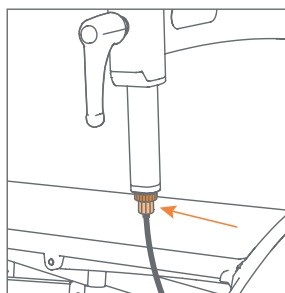

Figure 57: Détail du réglage du frein via le boulon de réglage en haut, juste en dessous du boulon de protection.
- b. Dévissez le boulon de protection en haut. Tirez le câble vers le bas pour le rendre plus facile. Cela vous permet d'avoir de la place directement en dessous pour plus visser ou pour dévisser le boulon de réglage (**Figure 57**).
Le Rollz Motion a des pneus solides faits de mousse EVA et PU, mais le Rollz Motion Performance a quatre pneumatiques. Ces pneumatiques sont maintenus à une pression adéquate en les vérifiant régulièrement et en les gonflant si nécessaire (**Figure 57**). Les chambres à air sont équipées d'une valve pour cyclomoteur ou voiture.